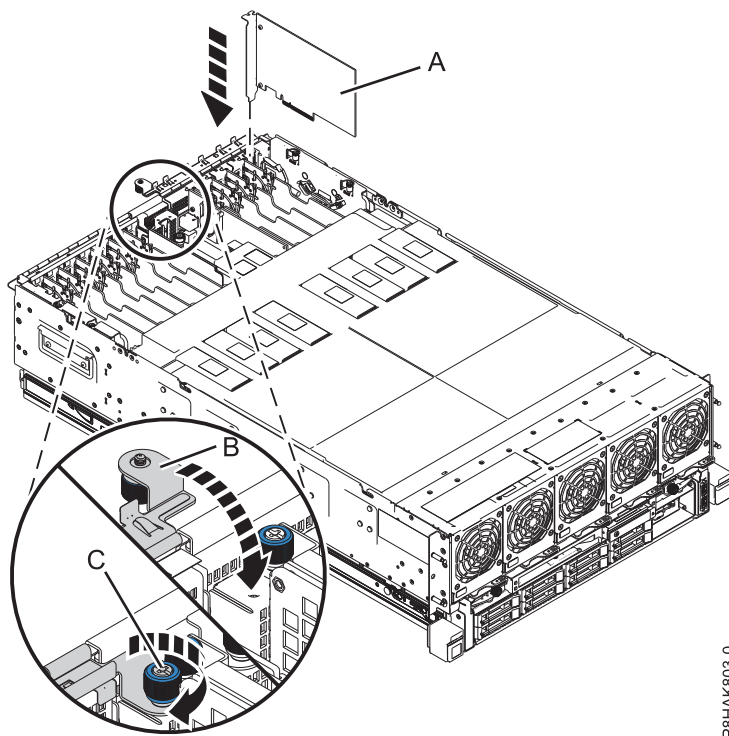

Figura 4. Com tornar a col·locar l'adaptador PCIe a la ranura P1-C1
- a. Agafeu amb compte l'adaptador (A) per l'extrem superior o la contrapunta i alineeu-lo amb la ranura i el connector de la placa posterior del sistema, tal com es mostra a la Figura 4 a la pàgina 7.
- c. Per bloquejar l'adaptador dins la seva ranura, feu girar el pestell d'adaptador (B) en la direcció que es mostra a la Figura 4 a la pàgina 7. Colleu del cargol de mà (C) en la direcció que es mostra.